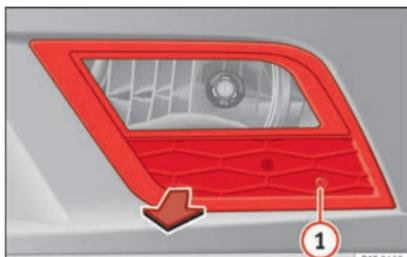

Fig. 104 Faro fendinebbia.
- Rimuovere la vite »» fig. 104 ① dalla griglia del faro fendinebbia mediante un cacciavite.